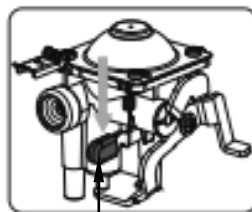

Abb. 3
- drehen Sie den Einstelldrehregler (18) auf die **AUS**-Position (17);
- drücken Sie den Kartuschenarretierhebel (15) auf die **Ein/On**-Position (13) und nehmen Sie die Kartusche heraus;
- drehen Sie den Einstelldrehregler (18) auf die Zündposition (19), um einen Überdruck im Ventil zu lösen;
- drücken Sie den Rückstellhebel **A** mit roter Gummikappe (Abb. 3) herunter;
- stellen Sie den Kartuschenarretierhebel (15) auf die **Aus/Off**-Position (14);
- legen Sie eine neue Kartusche in den Kartuschenschacht (6) ein, sollte keine neue Kartusche vorhanden sein, kühlen Sie die Kartusche mit Wasser ab;
- die Kartusche kann nur installiert werden, wenn sich der Einstelldrehregler (18) in der **AUS**-Position (17) befindet.